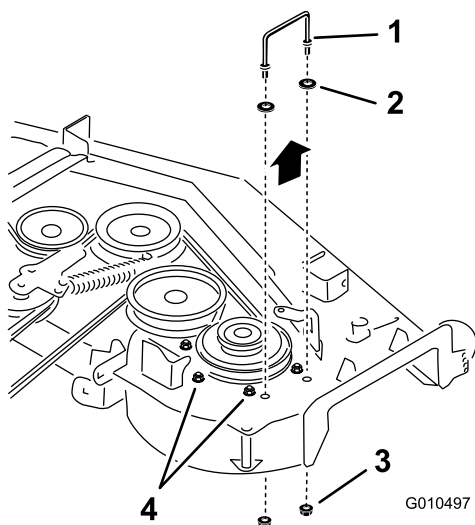
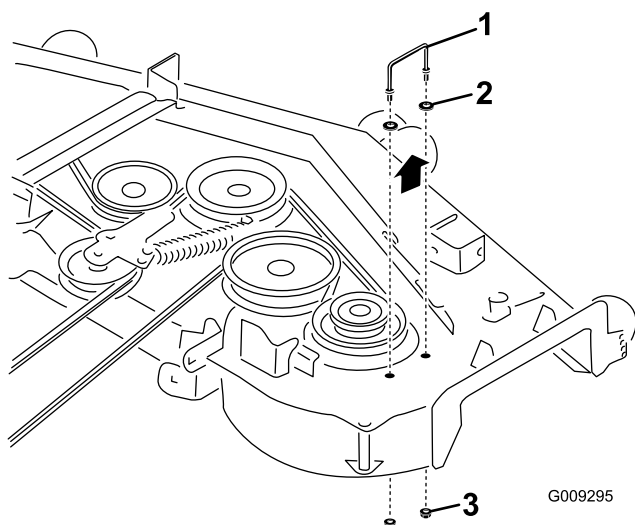

Figure 2
Figure 3
3. **Pour les tabliers de coupe de 122 cm (48") et 132 cm (52")**, desserrez les boulons de fixation de l'axe droit au tablier (Figure 2).
4. Déposez le support du couvercle de courroie droit existant (Figure 2 et Figure 3).